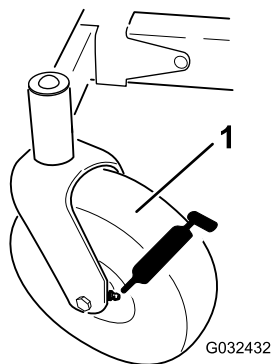
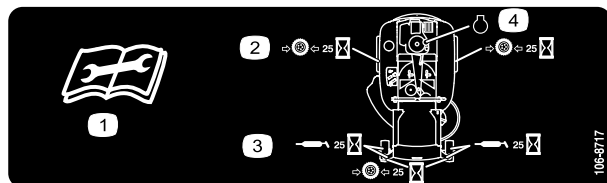

Рисунок 35
Рисунок 36
3. Очистите масленки (Рисунок 35 и Рисунок 36) ветошью.
4. Присоедините смазочный шприц к каждой масленке (Рисунок 35 и Рисунок 36).